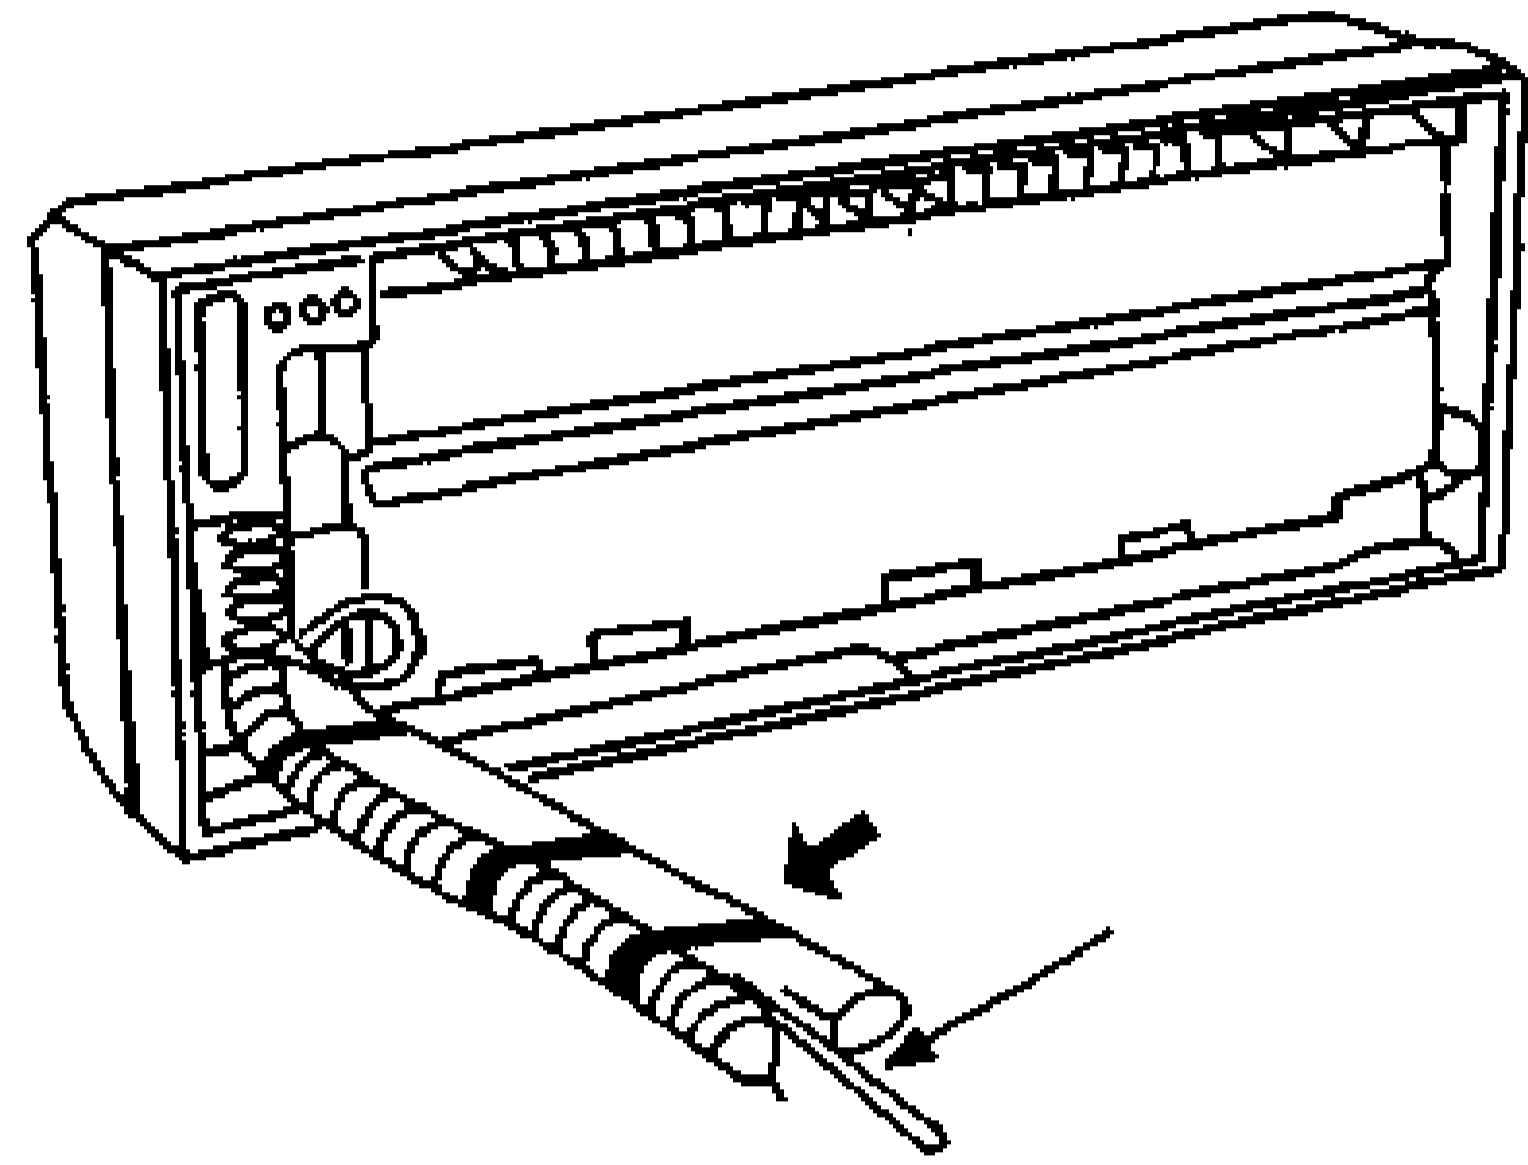

图 8-2-8
·把配管拉出机壳，如图8-2-8所示。
- (a) 把配管拉出机壳，如图 8-2-8 所示。